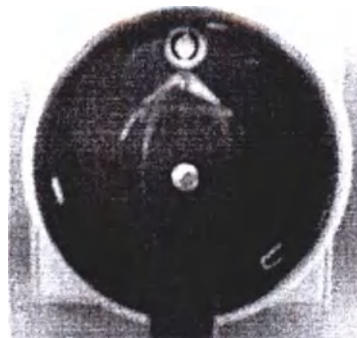

Рисунок 21
1.5.1 Для подключения инкубатора к цепям питания необходимо перевести ручку переключателя ОБЩЕЕ ПИТАНИЕ на торцевой стенке инкубатора из положения «О» в положение «I». При выключении инкубатора ручку необходимо перевести из положения «I» в положение «О» (рисунок 21).